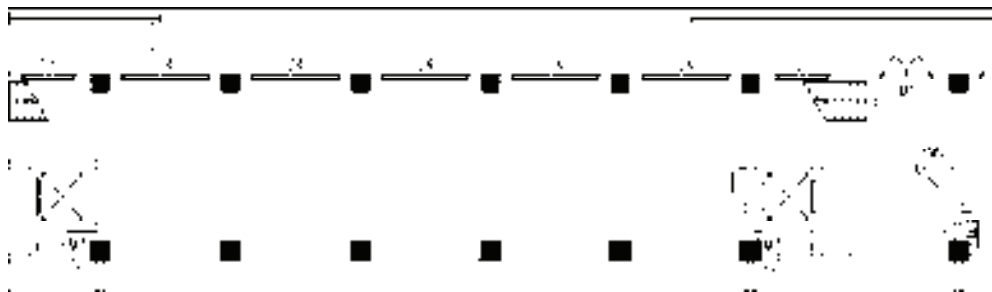

图 15-59 绘制折断线
14) 调用“多段线”命令, 在电井、水管井内绘制折断线, 如图 15-59 所示。